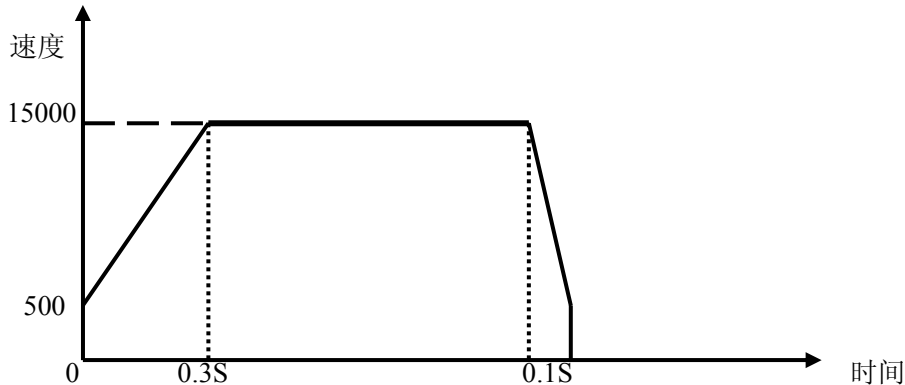

图 2.2.4 定长脉冲驱动模式加/减速度不同
- 如图 2.2.4, 从实际初始速度 500 PPS 加速至 15 000 PPS, 时间为 0.3 S (秒) 则